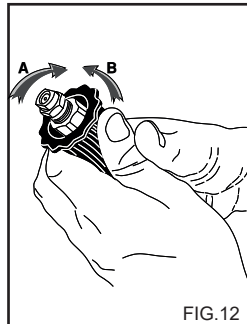

FIG.12
**ANVÄNDA DET REGLERBARA HUVUDET (fig. 12). (Tillbehör)**